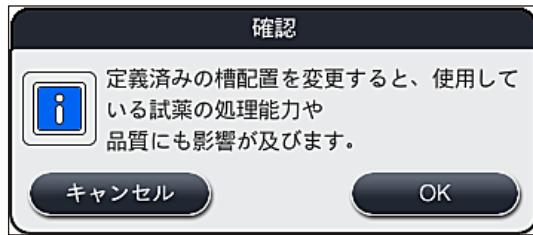

図 62
- ・続いて表示される情報メッセージ（→「図 61」）（→「図 62」）に目を通し、それを「OK」で確認するか、または「キャンセル」（→「図 62」）を押します。キャンセルすると、槽配置画面に戻ります。